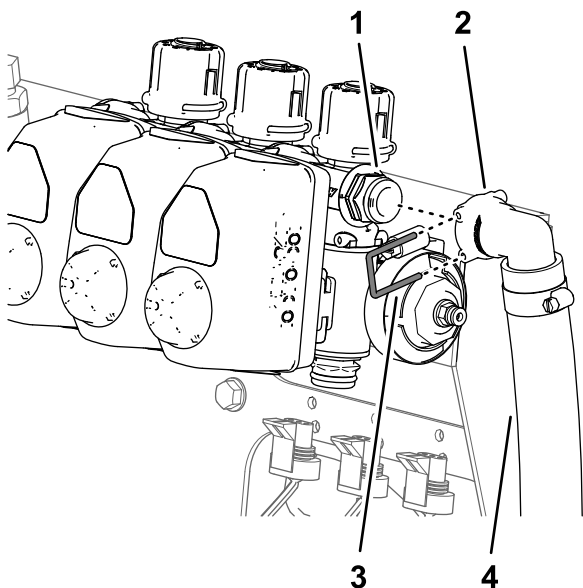

Figura 61
- Per le macchine senza kit asta di irrorazione opzionale o kit avvolgitubo elettrico opzionale, rimuovete il fermo piccolo che fissa il raccordo a disinnesto rapido del flessibile di bypass al raccordo a disinnesto rapido della valvola di bypass di sezione di destra (Figura 61).